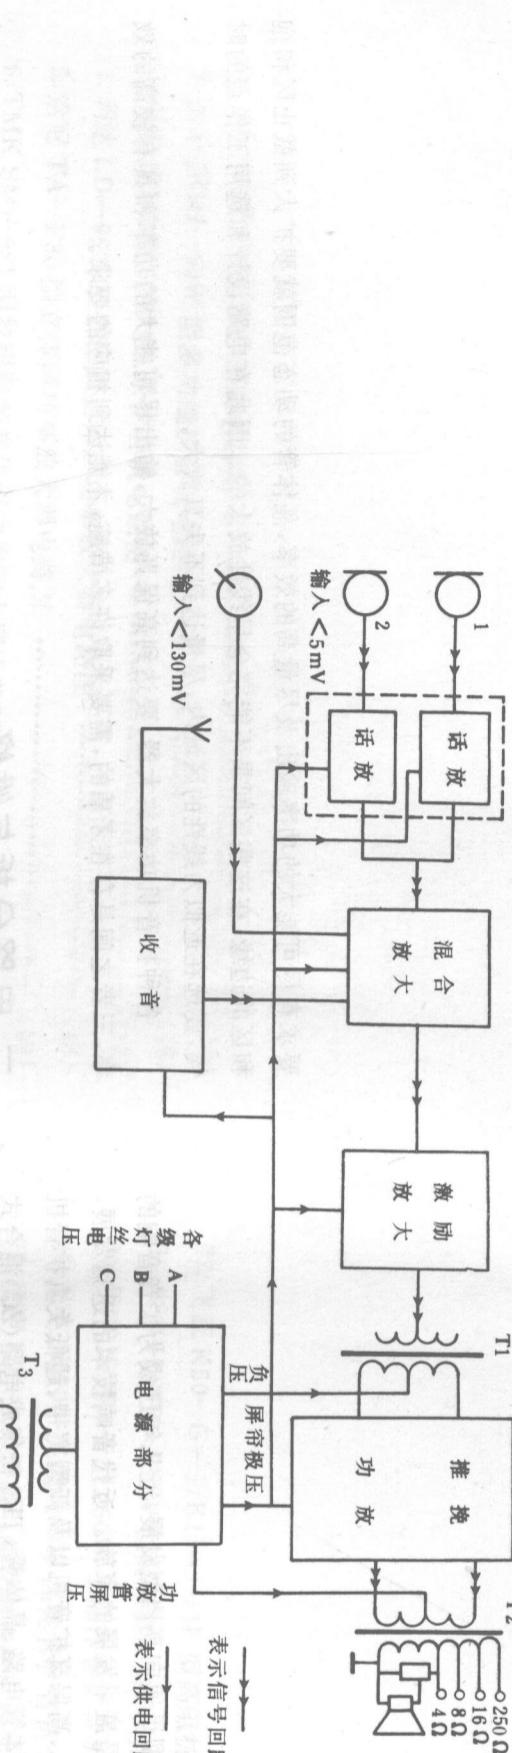
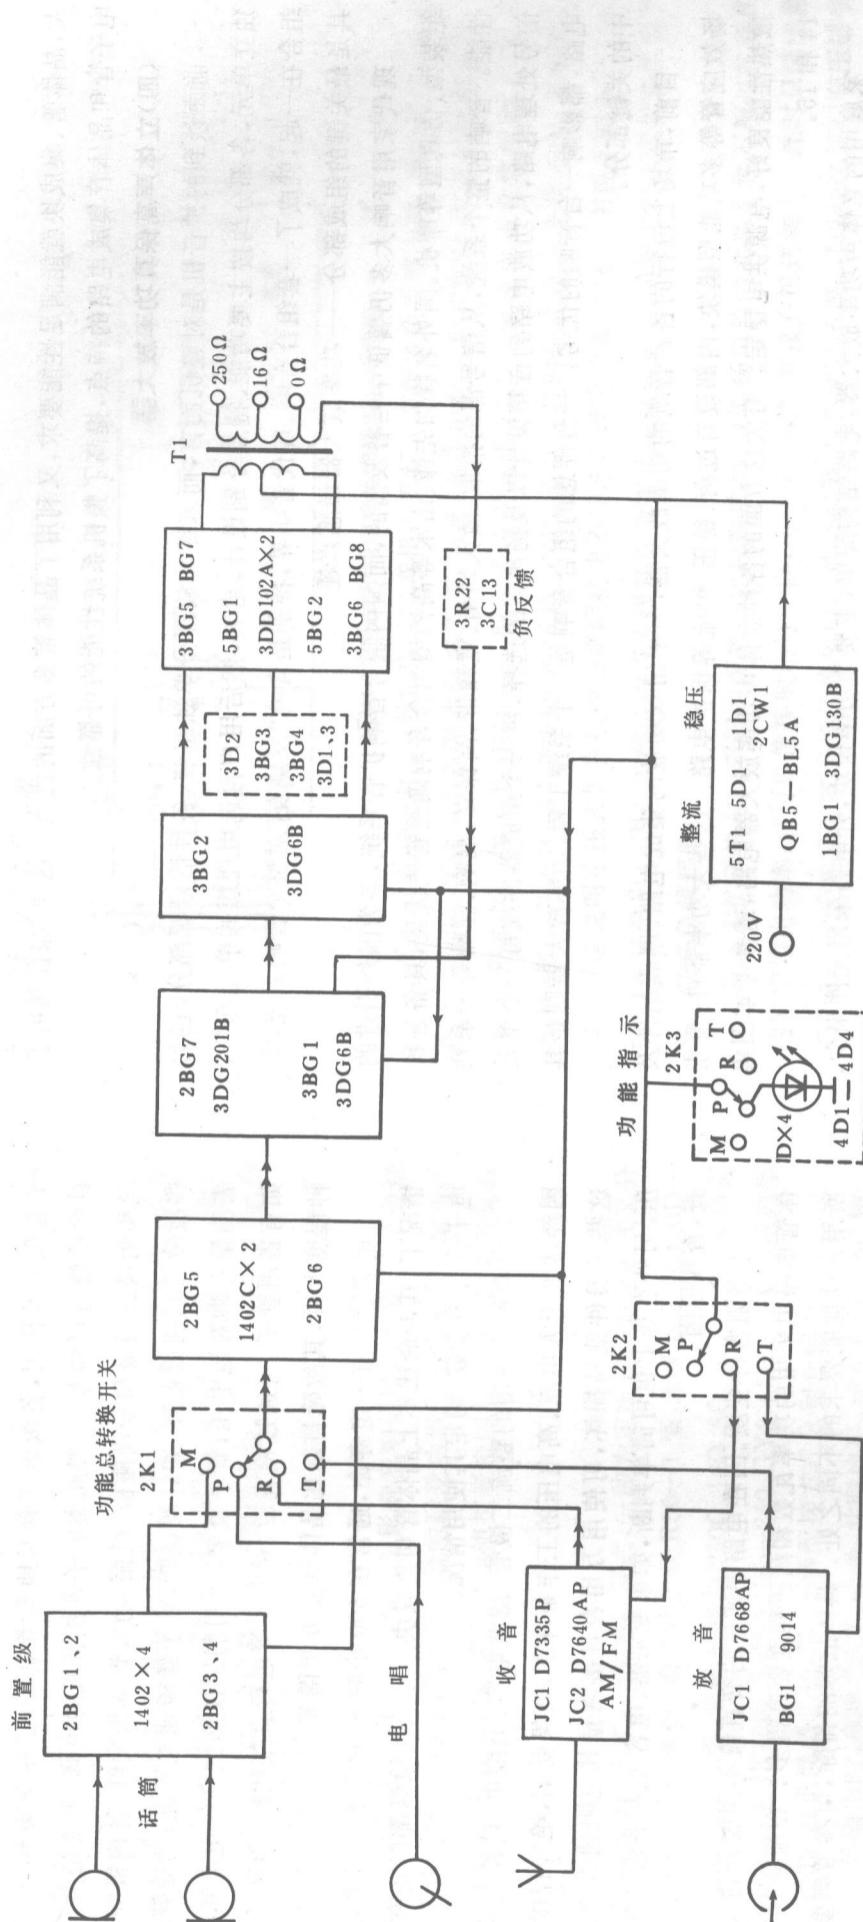

图 1 全电子管扩音机方框图
图 2 飞跃 NA—1162F型 DL 全晶体管扩音机方框图
6. 电路特点。从图 1 可看出, 整机由话筒输入前置放大、传声、拾音、收音混放, 公用激励放大(推动级), 功率放大及电源等五部分电路组成。线路结构简单, 维修方便。采用电子管线路结构, 电源供电系统不同于一般晶体管电路, 由单一的电源提供一种电压; 电源电路部分十分简单。而全电子管电路要 AC 交流供灯丝电压、DC 直流电压供屏极、帘栅
飞跃 NA-1162、NA-1162F、K50G-1、K50G-1F 型系列, 其电路元器件全部采用国产晶体管, 除收音部分采用了 IC 外, 扩音系统全是分立件电路结构。此型号系列基本电路相似, NA-1162F 和 K50G-1F 分别在原型号 NA-1162 和 K50G-1 的基础上增加放音功能, 其输出功率分别为 25W、50W。电路结构由下列各部分组成, 如图 2 所示。
2. 电路主要特点。图 2 比图 1 复杂些,增加了磁带放音系统,除此之外,还增加了晶体管电路所要求的保护电路,而电子管没有这部分电路,R50—1 型输出功率为 50W,而 NA—1162F 型输出功率为 25W,在电路中要设计必要的保护措施。在某种程度上,晶体管功率放大器的电路经不起大电流和高电压的瞬间冲击。负载短路或开路的瞬间,基变电源部分设有保险,但有时电源保险未烧,而功放管子已损坏了。有些扩音机采用晶体管,没有保护电路或保护电路不完善,易损坏功放管。而电子管则比晶体管承受的瞬间冲击强百倍。晶体管具有大家熟悉的耗电省、体积小、使用寿命长的优点,但在大功率的放大器中,它又比不上电子管,存在着致命的弱点。